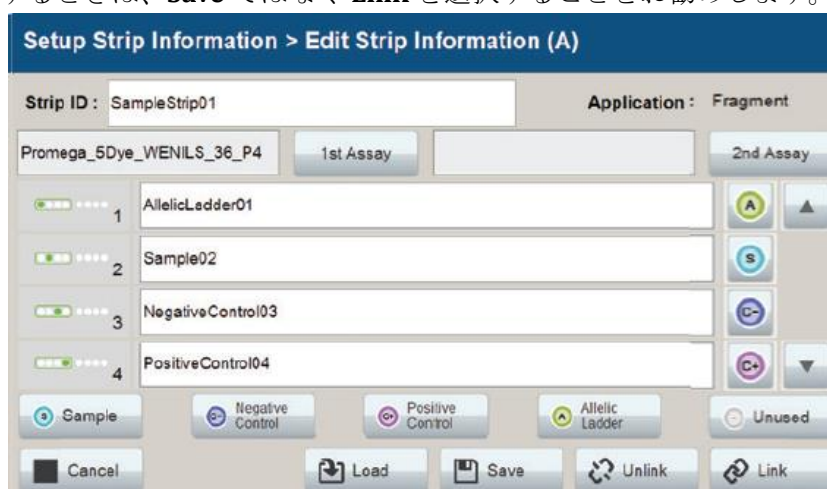

図 69 Edit Strip Information の入力完了画面
9. ストリップのすべての情報の入力と確認が終わったら、Edit Strip Information 画面の右下隅にある **Link** を選択します。（図 69）
これにより、ストリップがランに紐付けられます。ストリップ情報を保存して今後のランに使用する場合は、Edit Strip Information 画面の下部にある **Save** を選択して情報を保存します。（図 69）これによりストリップ情報が保存され、ストリップがランに紐付けられるだけでなく、後で別のランのために読み込むことができます。（セクション 5.3.3 参照）